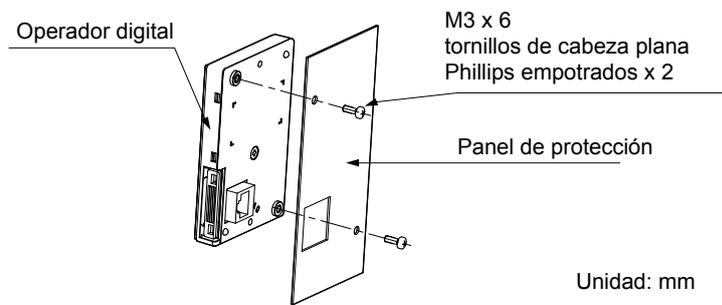

Figura 2.11 Instalación con montaje externo/frontal
2. Coloque el operador digital de manera que la pantalla quede orientada hacia afuera y móntelo en el panel cerrado, tal como se muestra en la Figura 2.11.